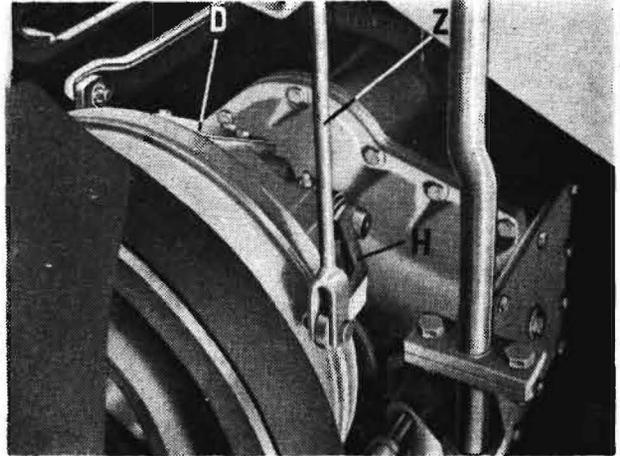

Bild 6/29
- Länge der Zugstange ZB einstellen, daß das Maß 92 ± 2 mm erreicht wird (Bild 6/28).